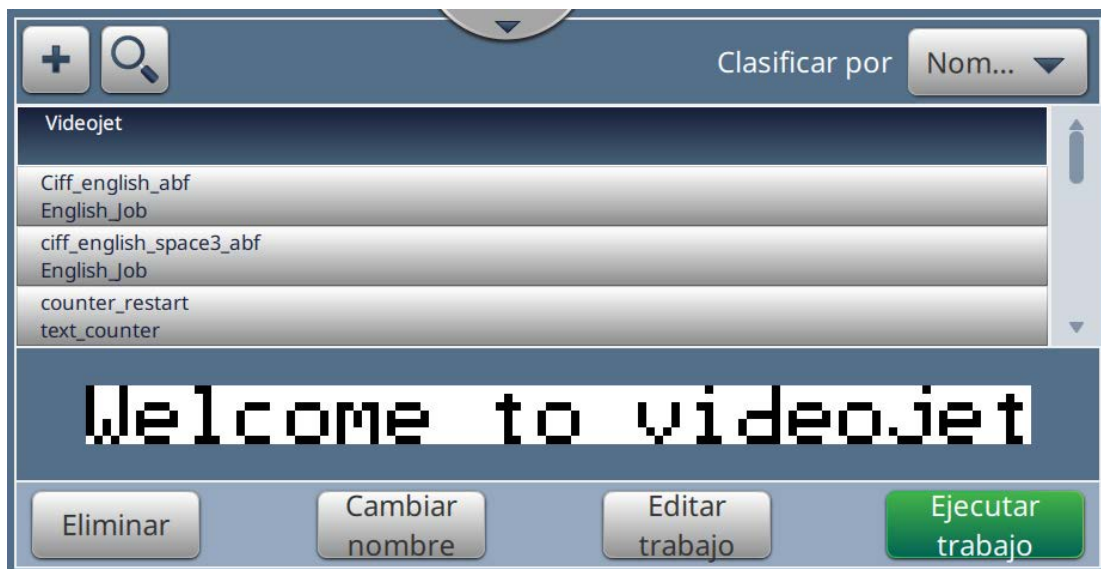

Figura 4-3: Selección de trabajos
4. El usuario inicia sesión en el nivel de acceso de usuario y este puede verse en la parte superior de la pantalla (consulte la Figura 4-3).
2. Seleccione el trabajo deseado de la lista y pulse el botón  mostrado en la Figura 4-3. Aparecerá la vista previa del trabajo.